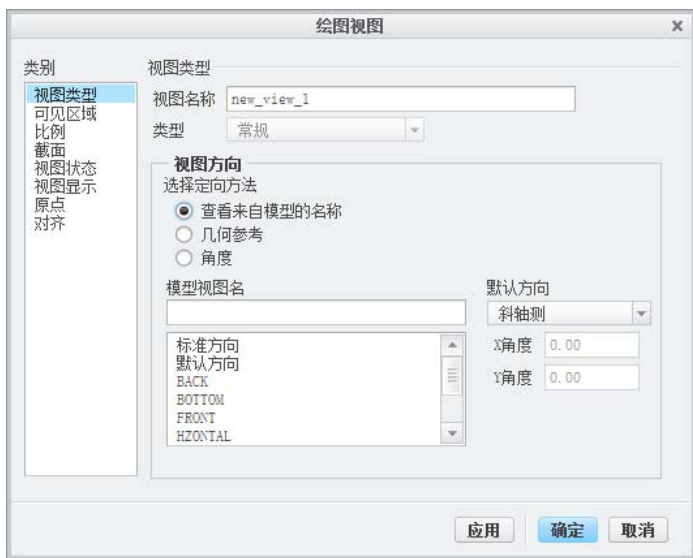

图 3.4.4 “绘图视图”对话框(一)
Step4. 在系统  **选取绘制视图的中心点** 的提示下,在屏幕图形区选取一点。此时绘图区会出现系统默认的零件轴测图,并弹出图 3.4.4 所示的“绘图视图”对话框(一)。